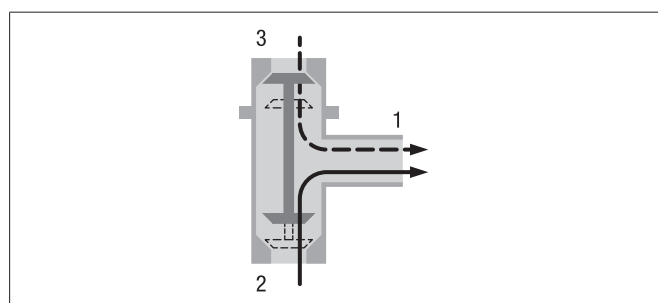

Bild 13
Thermostat mit den Anschlüssen Pos. (1), (2) und (3) in den Kühlflüssigkeitskreislauf einbinden, siehe Bild 13.